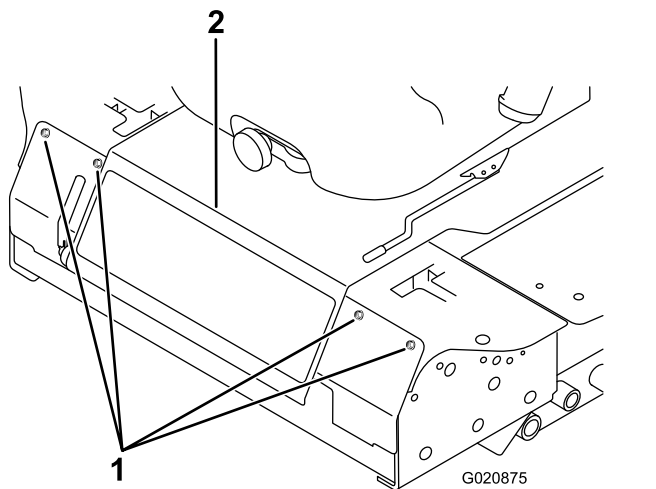

Figura 76
2. Retire os parafusos que fixam o painel dianteiro e retire o painel (Figura 76).